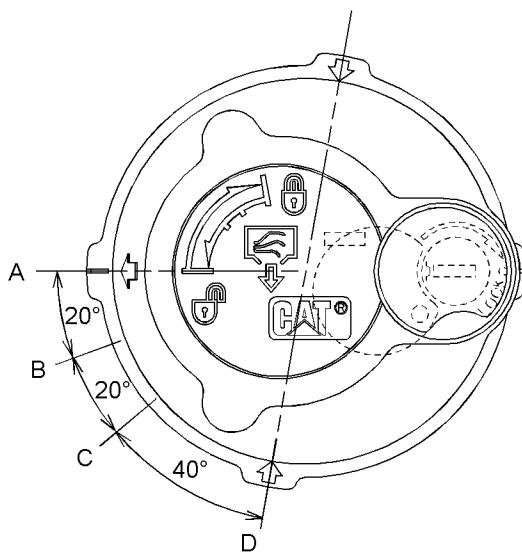

Ilustración 526
- (A) Posición TRABADA
- (B) Posición ALIVIO DE PRESIÓN - ARRANQUE
- (C) Posición ALIVIO DE PRESIÓN - FINALIZAR
- (D) Posición ABIERTA
- 6.** Suelte la presión que puede haber en el circuito hidráulico de retorno con el siguiente procedimiento. Consulte la Ilustración 526 para ver las posiciones de la tapa del tubo de llenado.
- a. Gire la tapa del tubo de llenado hacia la izquierda, sin aplicar fuerza hacia abajo, y mueva la flecha de la posición (A) a la posición (B).
- b. Suelte la presión durante un mínimo de 45 segundos moviendo la flecha de la posición (B) a la posición (C).
- c. Empuje el centro de la tapa del tubo de llenado hacia abajo. Sin inclinar la tapa del tubo de llenado, mueva la flecha de la posición (C) a la posición (D).
- d. Se alivia la presión del tanque hidráulico. Apriete la tapa del tubo de llenado del tanque hidráulico hasta la posición (A).